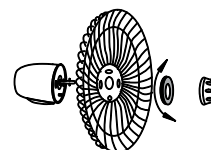

рис. 3
- Наденьте заднюю решетку на вал вентилятора. Накрутите на вал гайку задней решетки и затяните ее (рис. 3).